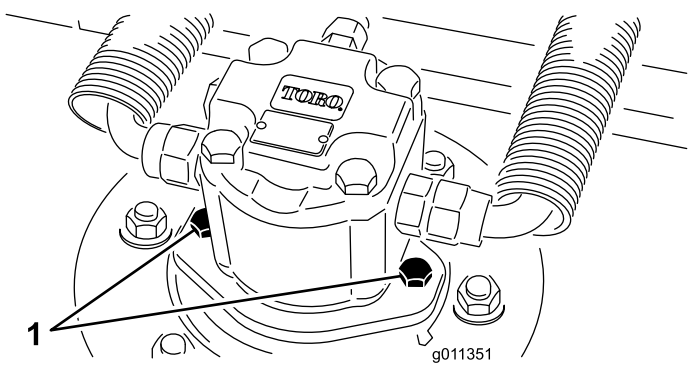

Figura 95
2. Deconectai și scoateți motorul hidraulic din unitatea de tăiere (Figura 95). Acoperii partea superioară a axului pentru a preveni contaminarea.
4. Instalați motorul hidraulic pe punte (Figura 95). Asigurați-vă că garnitura inelară este fixată și nu prezintă deteriorări.